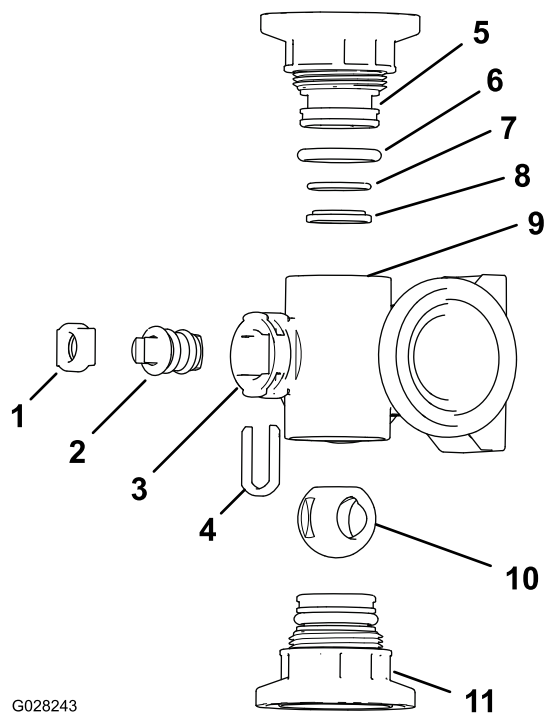
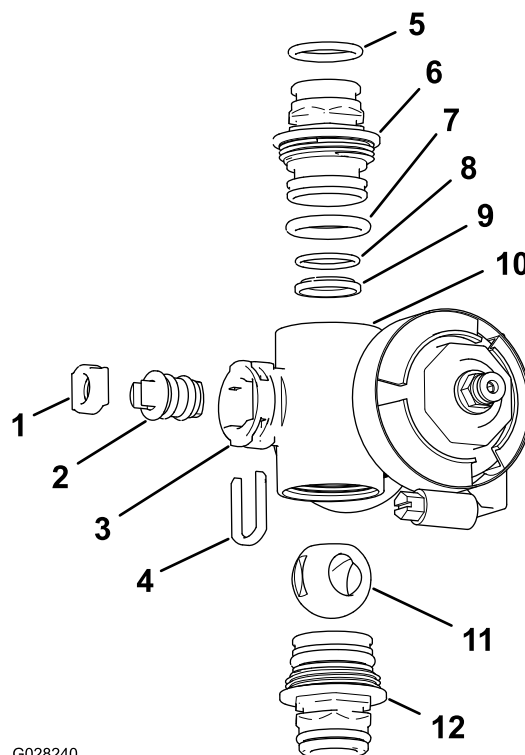

Рисунок 77
Рисунок 78
2. Снимите два штуцера торцевой крышки в сборе с каждого конца корпуса коллектора (Рисунок 77 и Рисунок 78).
4. Извлеките держатель штока из пазов в отверстии штока в коллекторе (Рисунок 77 и Рисунок 78).
5. Снимите держатель штока и седло штока клапана с коллектора (Рисунок 77 и Рисунок 78).
6. Просуньте руку внутрь корпуса коллектора и извлеките оттуда шток клапана в сборе (Рисунок 77 и Рисунок 78).
1. Проверьте состояние уплотнительных колец выпускных штуцеров (только коллектор клапана секции), уплотнительных колец торцевых крышек, задних уплотнительных колец седла и седла шарового клапана на отсутствие повреждений или износа (Рисунок 77 и Рисунок 78).
2. Нанесите силиконовую консистентную смазку на шток клапана и вставьте его в седло штока клапана (Рисунок 77 и Рисунок 78).
3. Вставьте шток и седло клапана в коллектор и закрепите шток и седло держателем штока (Рисунок 77 и Рисунок 78).
4. Убедитесь, что заднее уплотнительное кольцо седла и седло шарового клапана выровнены и правильно установлены в штуцере торцевой крышки (Рисунок 77 и Рисунок 78).
5. Установите штуцер торцевой крышки в сборе на корпус коллектора так, чтобы фланец штуцера торцевой крышки касался корпуса коллектора (Рисунок 77 и Рисунок 78), затем поверните штуцер торцевой крышки еще на 1/8–1/4 оборота.